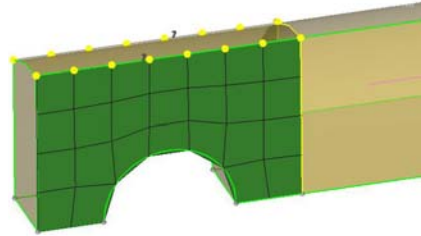

图 5-64 网格调整 1
(8) 如图 5-64 所示, 左击边上的小数字, 便可以增加单元数, 右击可以减少单元数。将这一小块面网格调整成为如图 5-64 所示的数量。